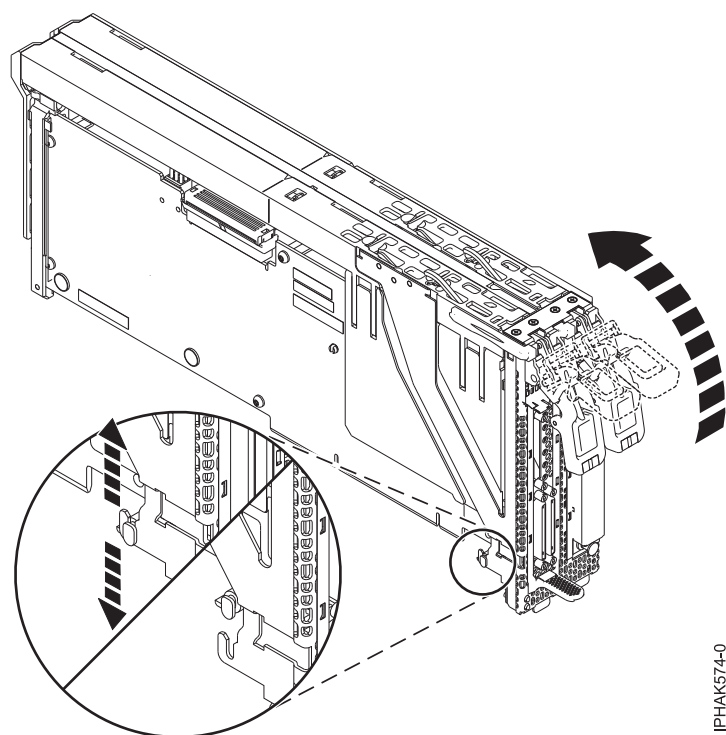

図 70. フェース・プレートの切り離し
7. この手順の開始時に、必ずロックンク・アームを下げておいてください。次に、カセット・アセンブリ下部のタブをフェース・プレートのノッチから切り離し、ロックンク・アームを持ちます。図 70 を参照してください。プラスチック製タブを損傷しないように注意してください。